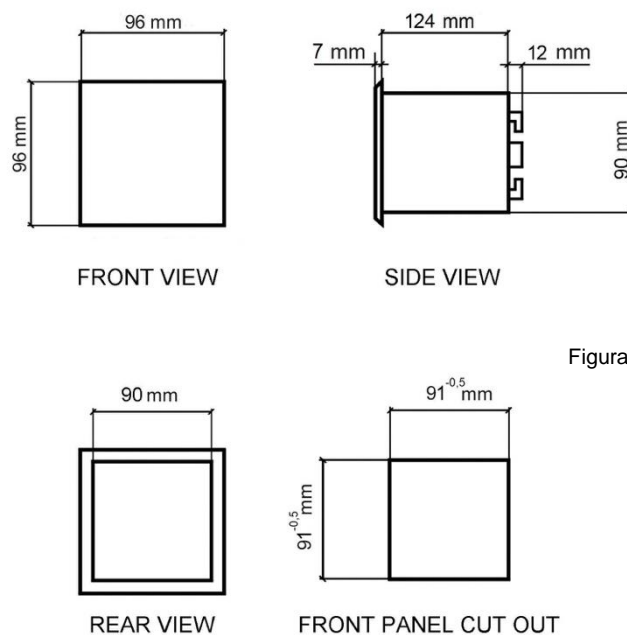

Figura 2.1 – Dimensioni
3. Fare un ritaglio nel pannello [Figura 2.1] e fissare il relè utilizzando gli elementi di fissaggio forniti.